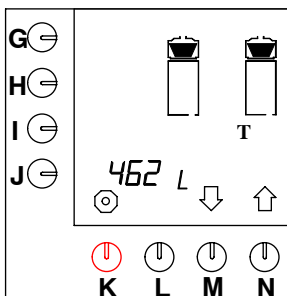

Fig. 50 Contador total del sistema de preparación de café
- Mantenga apretada la tecla de programación (N.)[↑] hasta que en el display aparezca fig. 50 .